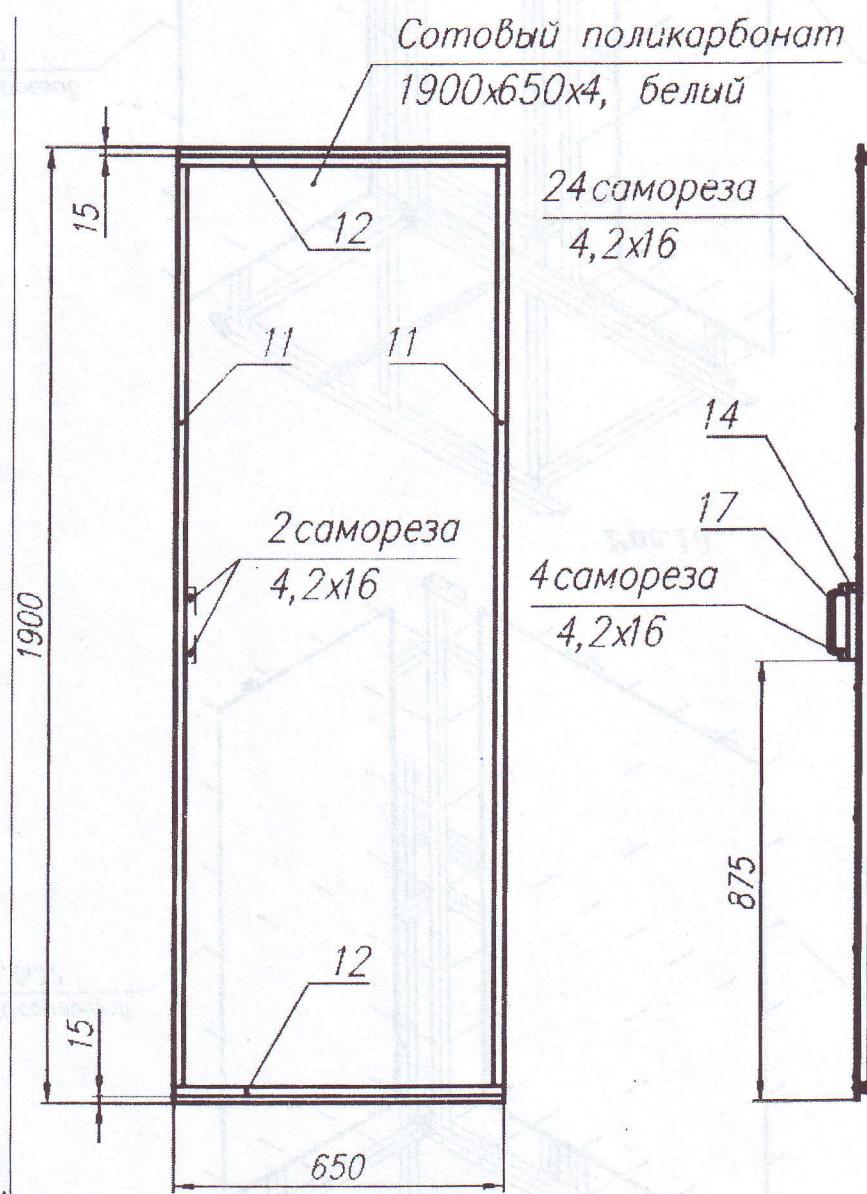
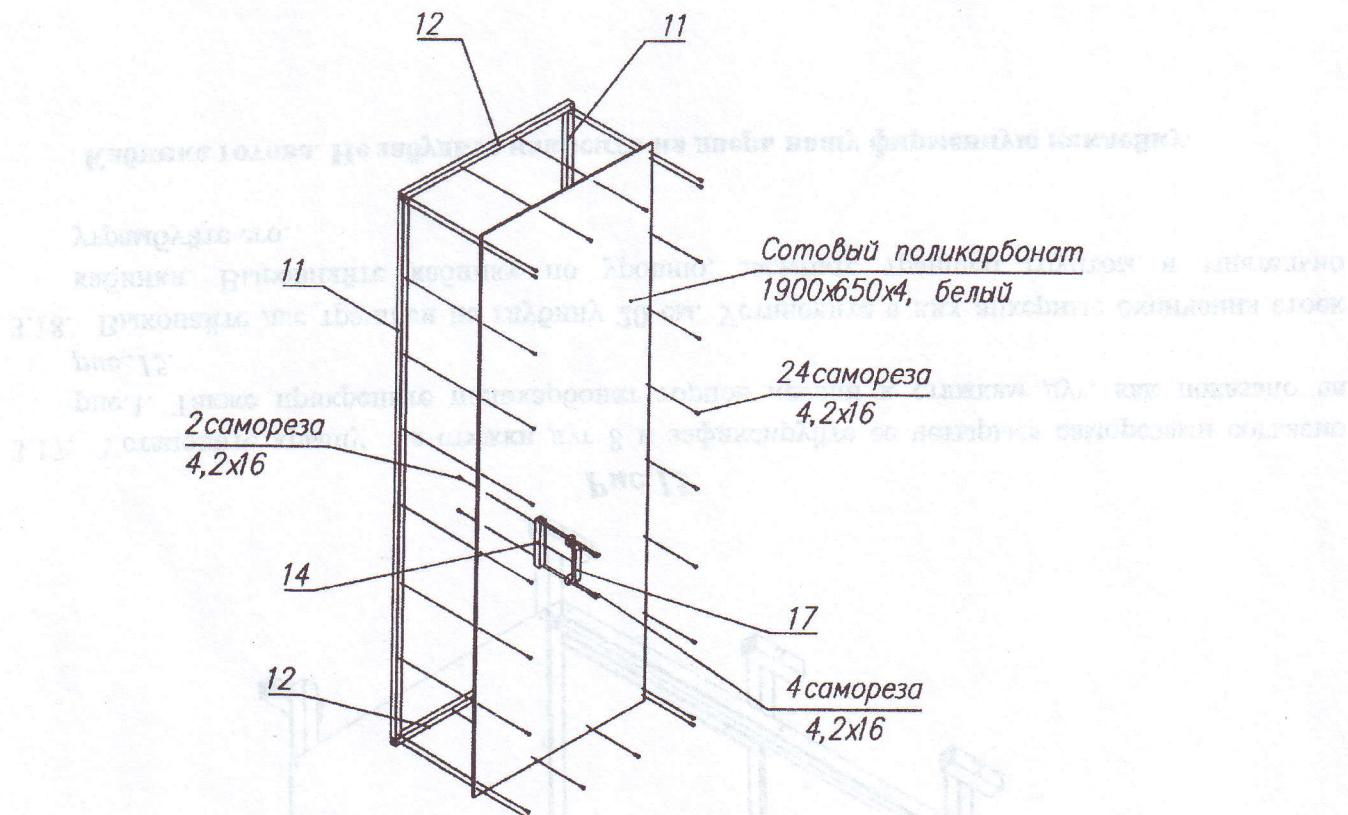

Рис.12
Рис.13
3.13. Соберите дверь кабины согласно рис. 12 и рис. 13.
3.15. Установите на дверь ограничитель 14 и дверную ручку 17 (рис. 12 и рис. 13).